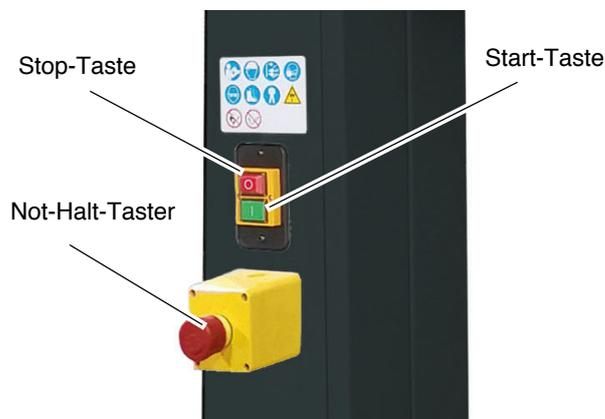

Abb. 30: Bedienfeld
Schritt 2: Verriegelungshebel (Pos. M, Abb. 30) lösen.
Schritt 3: Neigungshebel (Pos. Z, Abb. 30) drehen bis der gewünschte Winkel erreicht ist.
Schritt 4: Verriegelungshebel (Pos. M, Abb. 30) wieder festziehen.